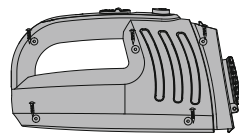

Fig. 15
1. lasciare acceso l'aspirapolvere finché non funziona più del tutto; svitare le viti per aprire l'apparecchio (fig. 15);